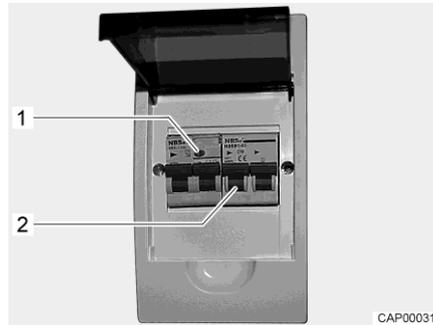

Fig. 77 Caja de fusibles de 230 V con interruptor de protección de línea e interruptor FI
Un interruptor de corriente de defecto (interruptor FI) en la caja de fusibles asegura el vehículo completo contra corriente de defecto (0,03 A). Un interruptor de protección de línea conectado en serie (10 A) (Fig. 77,2) asegura la red de a bordo de 230 V.
- Si el vehículo está conectado a la alimentación de 230 V, pulsar la tecla de prueba (Fig. 77,1). Se debe activar el interruptor de corriente de defecto.